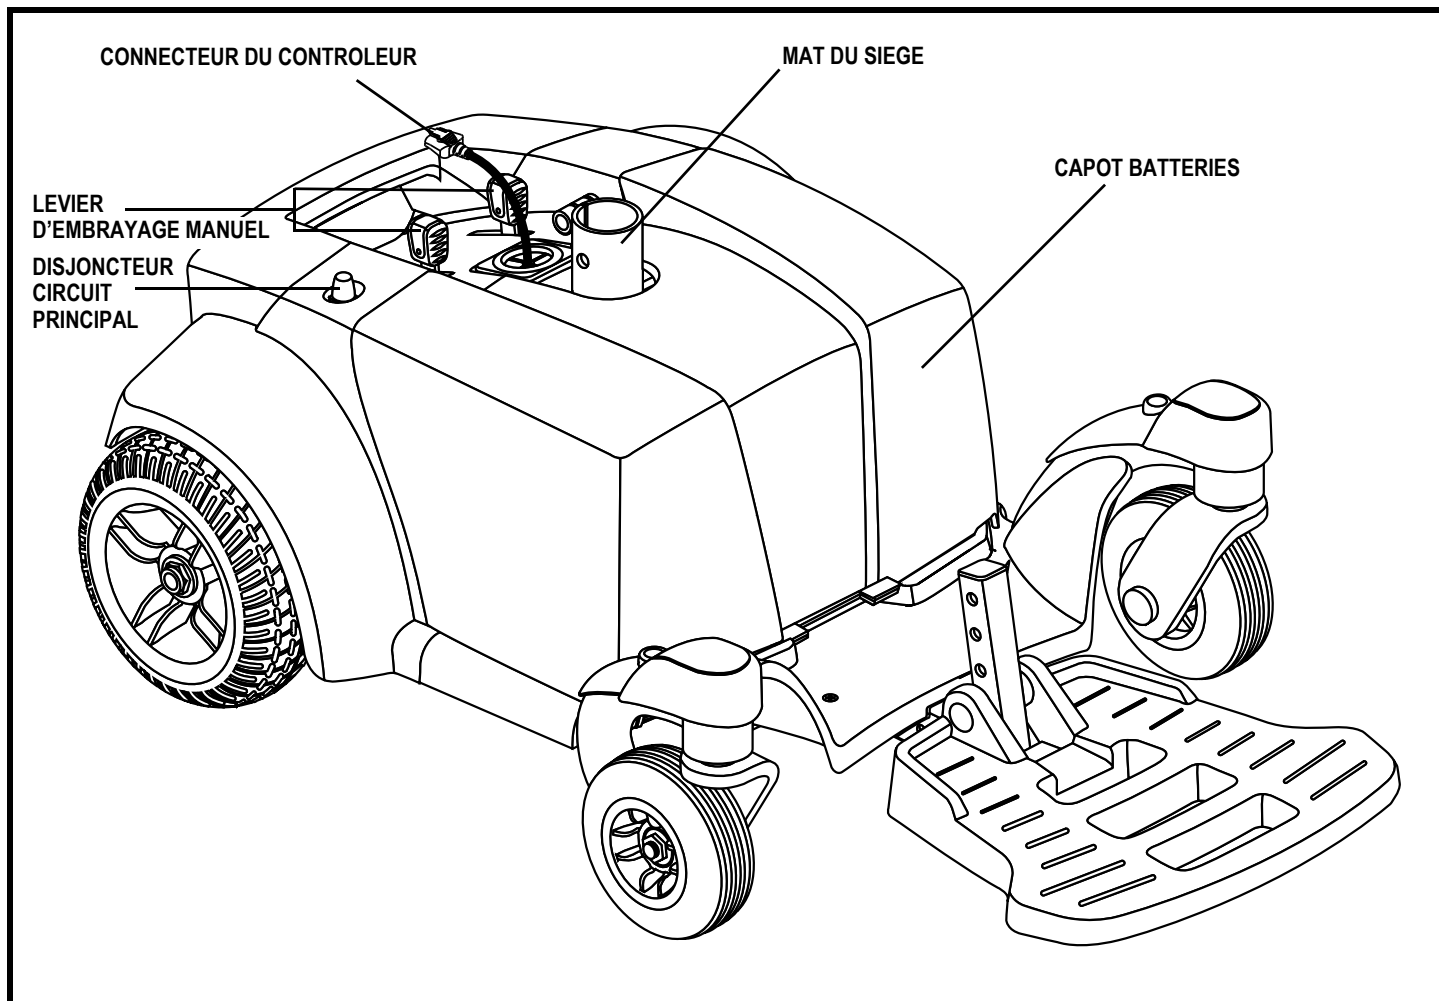

Figure 6. Base motrice du Select Traveller
Les composantes électronique sont situées dans la base motorisée. Le disjoncteur du circuit principal est situé sur le derrière de la base motorisée. Le connecteur du contrôleur est situé sur le derrière de la base motorisée. **Voir la figure 6.**
5. Branchez le câble du contrôleur dans le connecteur sur la base motorisée. **Voir les figures 6 et 9.**